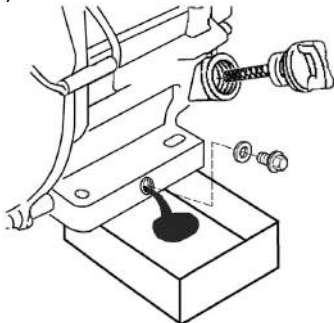

Рис. 20 Замена масла в двигателе
3. Открутите пробку для слива масла и слейте отработанное масло в подготовленную для этого емкость (Рис. 20).